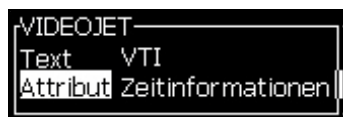

Abbildung 5-25: Option Clock Information (Zeitinformationen)
- 3 Drücken Sie die Taste *Enter*, um das Dialogfeld für die Konfiguration von Textbenutzerfeldern zu öffnen (siehe Abbildung 5-25).